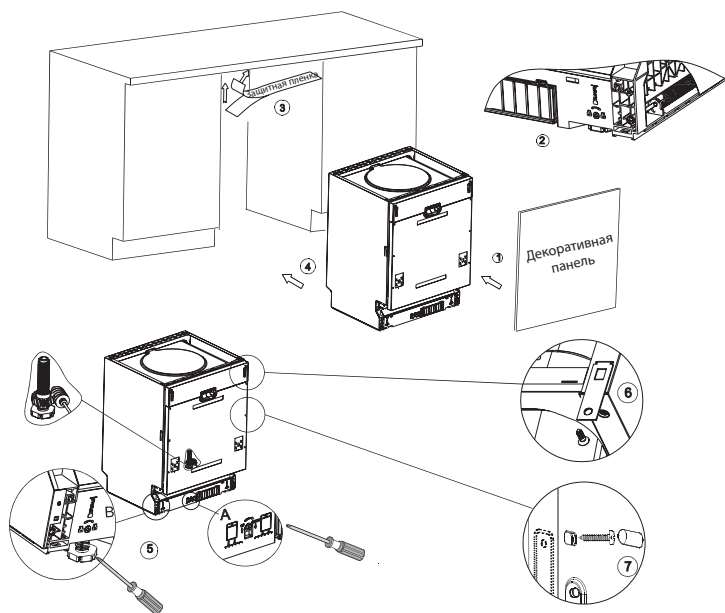

Рис. 7
7. Выровняйте машину. Высота задней ножки может быть скорректирована на передней части корпуса посудомоечной машины, поворотом специального регулирующего винта, с помощью шестигранного ключа (Рис. 7а).
8. Для регулирования передних ножек, используйте отвертку и поворачивайте их до тех пор, пока посудомоечная машина не выровняется (Рис. 7в).